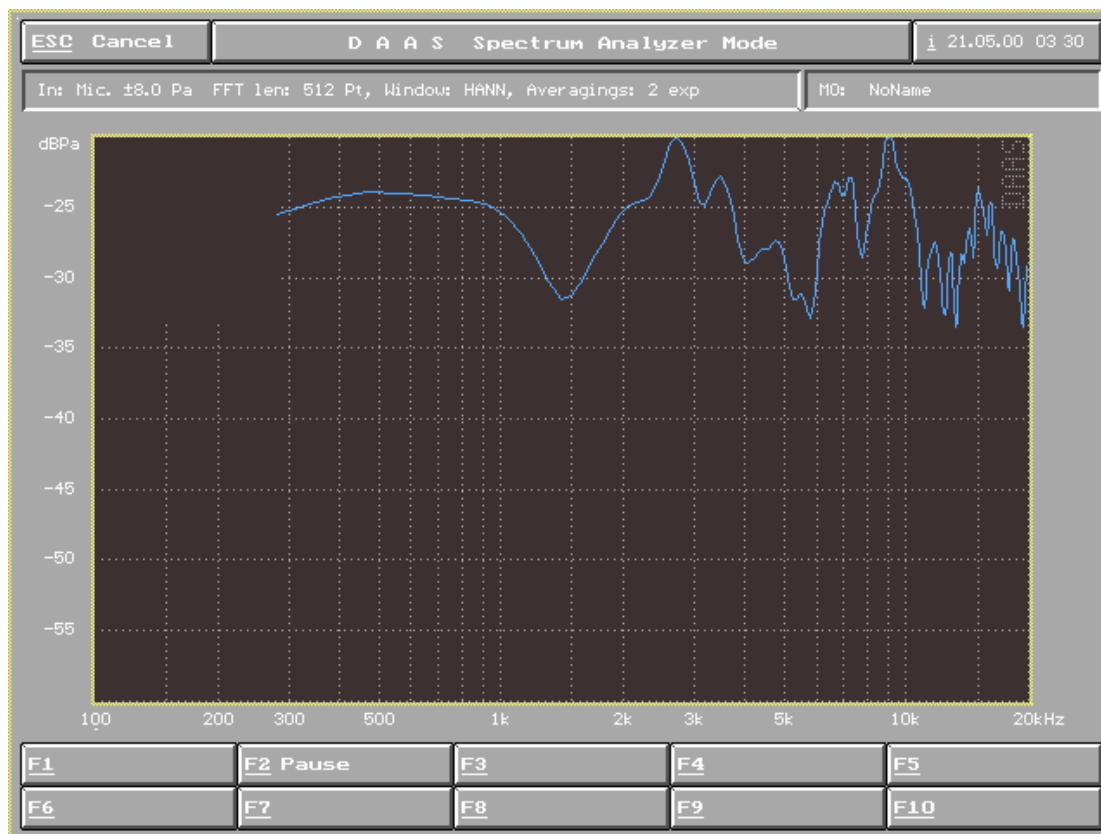

图 56
4) 在图 56 界面中，按 F2 Pause 暂停测试，并将实时测到的结果显示于数据框中。